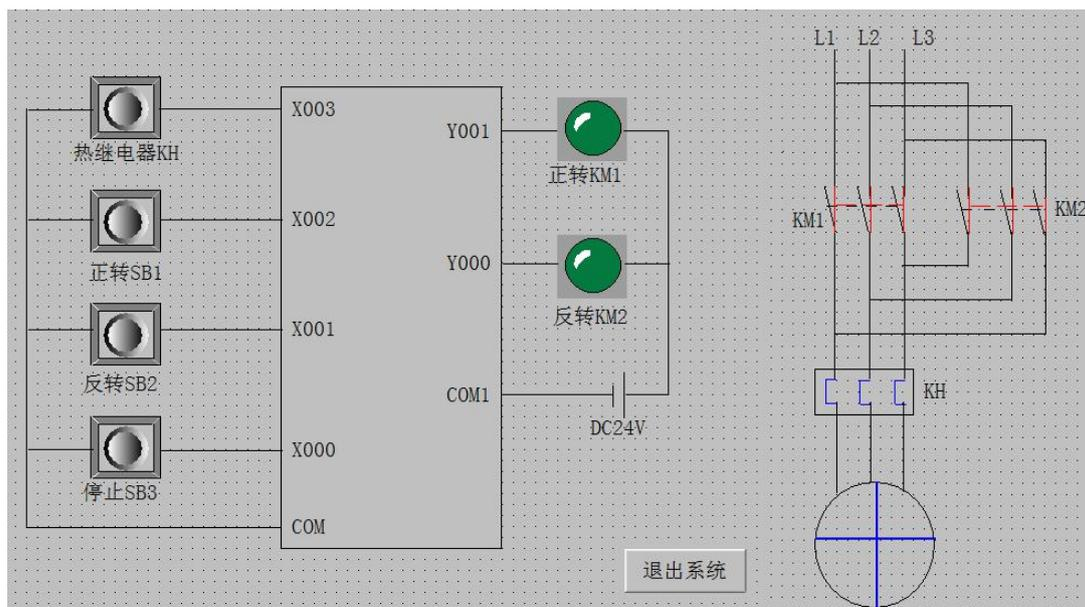

图 3-1-2 电机正反转控制组态界面
- ② 进行上位机设备组态，完成通讯测试；
- ③ 分析该项目的工作过程；
- ④ 根据控制要求，画出 PLC 的 I/O 地址分配表、PLC 接线图；
- ⑤ 完成 PLC 的 I/O 口的连线；
- ⑥ 设计梯形图程序；
- ⑦ 调试运行程序，将编译无误的控制程序下载至 PLC 中进行通电调试(通电调试可以利用发光二极管进行模拟调试)；
- ⑧ 请利用组态王软件在 D 盘新建工程，并将文件夹以“班级+姓名”进行命名，工程名为“电机正反转控制”；
- ⑨ 要求组态王通过计算机 COM1 口使用编程线与三菱 FX2NPLC 进行通讯，建立设备组态；
- ⑩ 按照 PLC 程序设计完成 IO 清单；
- ⑪ 建立画面名称：电机正反转控制界面；显示宽度及画面宽度：1000；显示高度及画面高度：600；类型：覆盖式，设置为主画面；
- ⑫ 电机正反转控制界面绘制如图 3-1-2 所示；